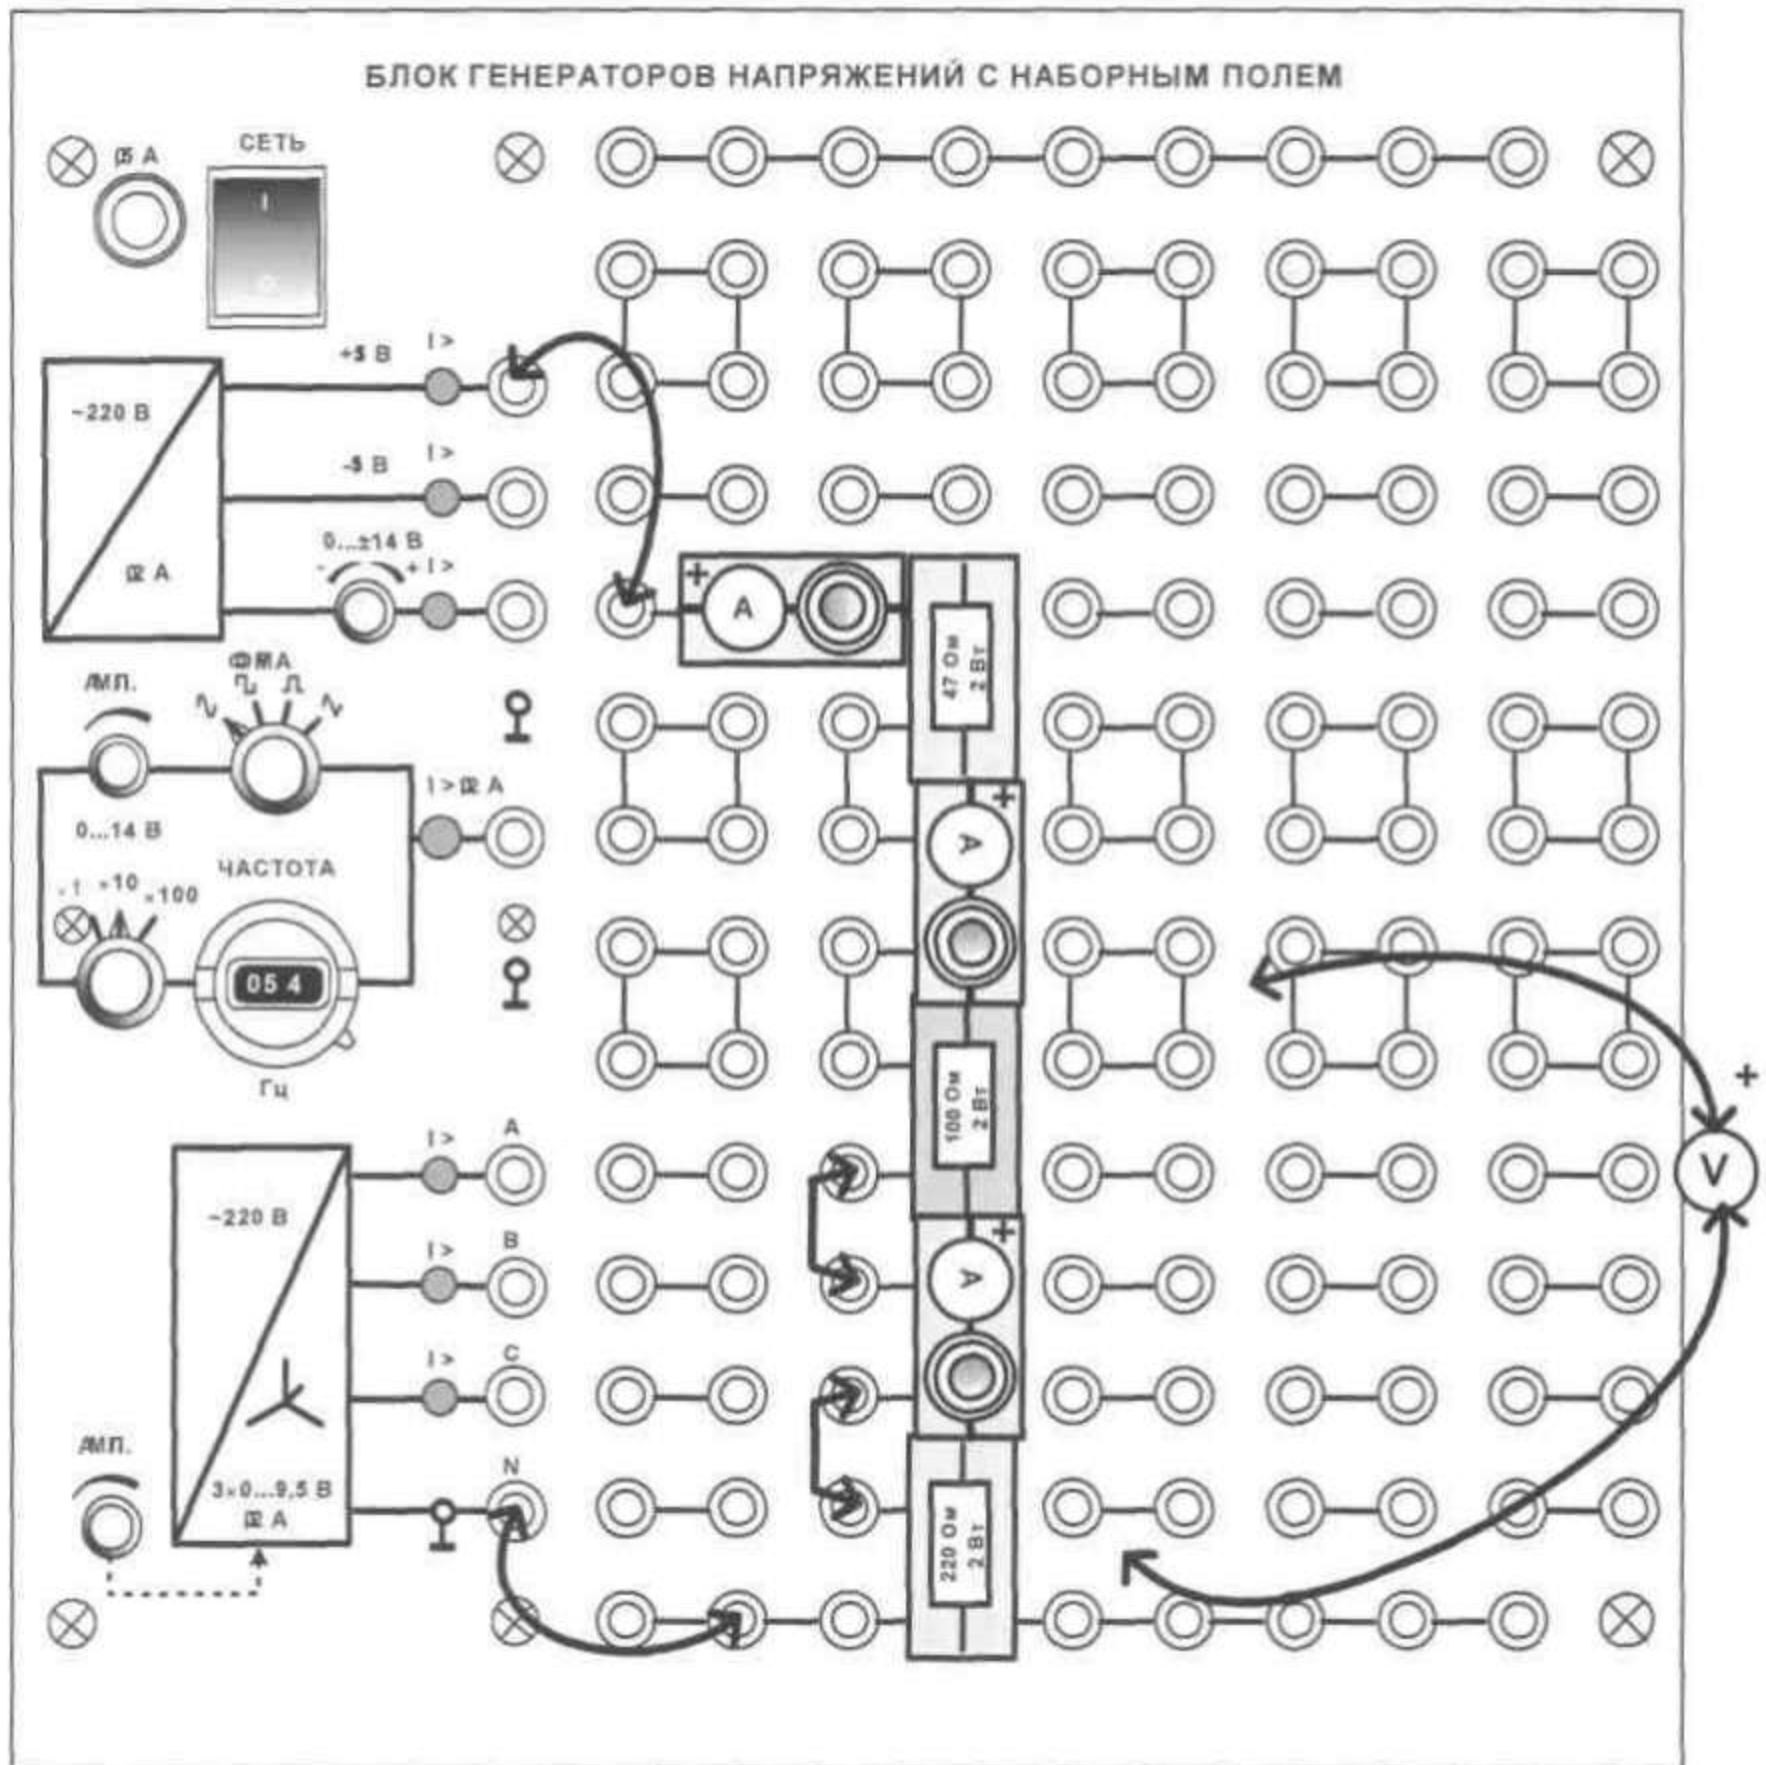

Рис. 3.2
- Соберите цепь согласно монтажной схеме (рис. 3.2). Последовательно с резисторами 47, 100 и 220 Ом включите специальные миниблоки для подключения амперметра.